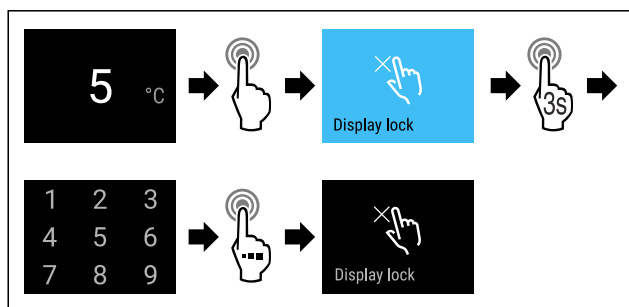

Fig. 80
- ▶ Выполните шаги действия (см. Fig. 80).